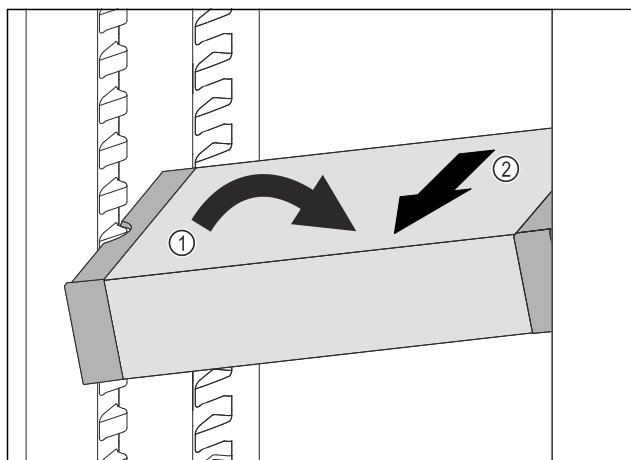

Fig. 137
- Incliner le VarioSafe dans la partie réfrigérateur. Fig. 137 (1)
- Sortir le tiroir VarioSafe par l'avant. Fig. 137 (2)